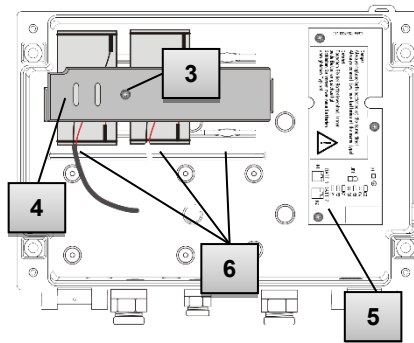

Abb. 26
8. Platzieren Sie die neuen Batterien im Bodenteil an den vorgesehenen Stellen (Abb. 26, Pos. 6).